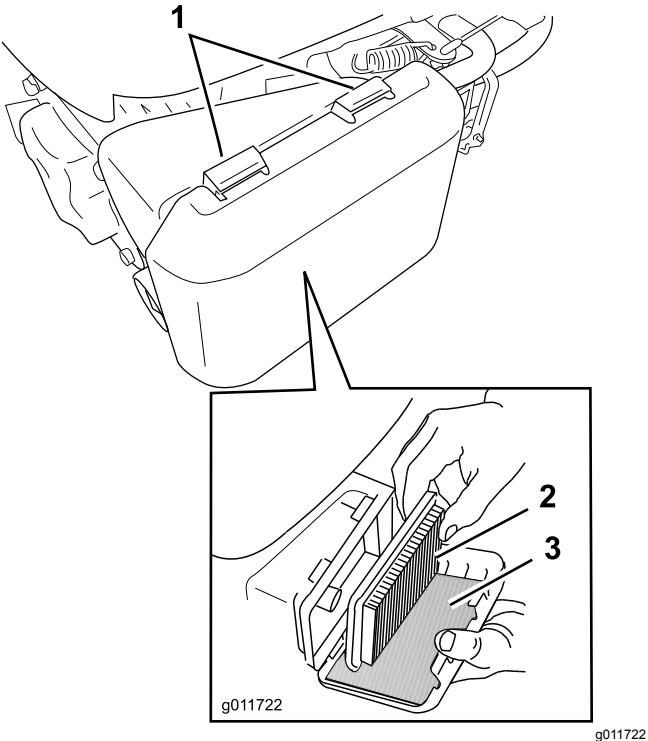

Figure 25
- Appuyez sur les languettes de verrouillage en haut du couvercle du filtre à air (Figure 25).
- Retirez l'élément en papier et le préfiltre en mousse (Figure 25).